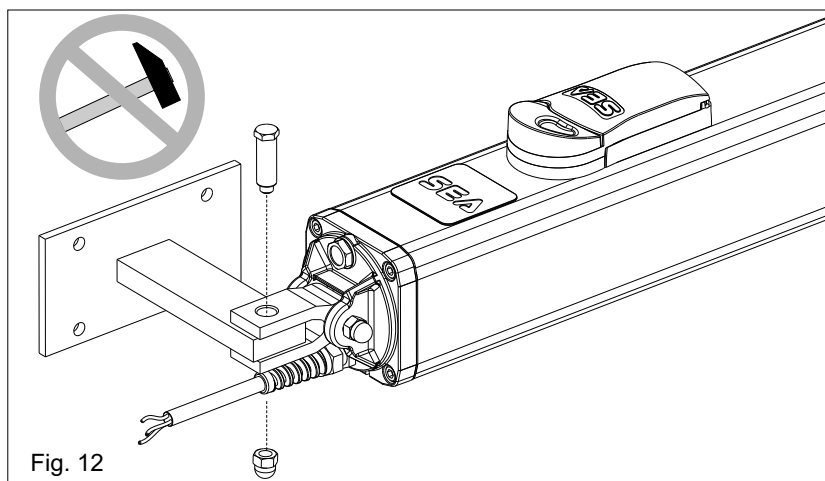

Fig. 12
- Fixer la fourche oscillante comme dans Fig. 12.